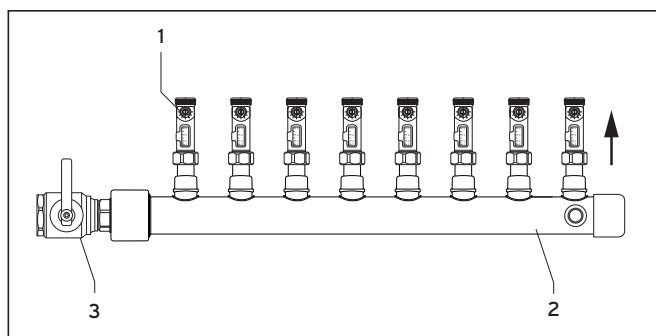
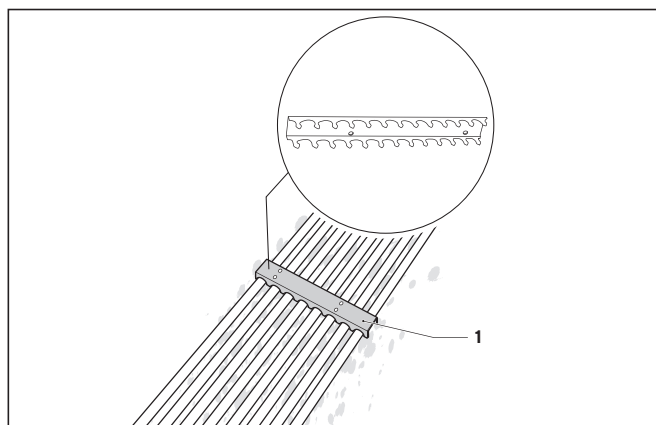

Rys. 4.5 Montaż kolektora
Rys. 4.6 Montaż rozdzielacza
Zamontować zawory kulowe (rys. 4.5) i regulatory natężenia przepływu (rys. 4.6) z maks. momentem dokręcenia 40 Nm. Miejsca połączeń nie mogą być zgięte. W przeciwnym razie może dojść do uszkodzenia części.
- Przymocować zawory kulowe do kolektora zgodnie z rys. 4.5.
- Przymocować regulatory natężenia przepływu do rozdzielacza zgodnie z rys. 4.6. Zwrócić przy tym uwagę na kierunek przepływu.